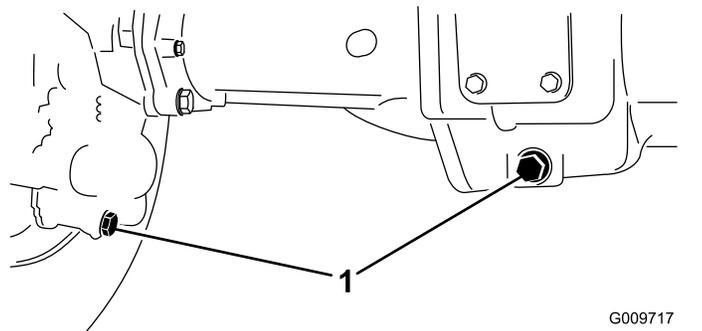

Bild 75
2. Reinigen Sie den Bereich um die drei Ablassschrauben, d. h. jeweils eine an beiden Enden und eine in der Mitte (Bild 75).